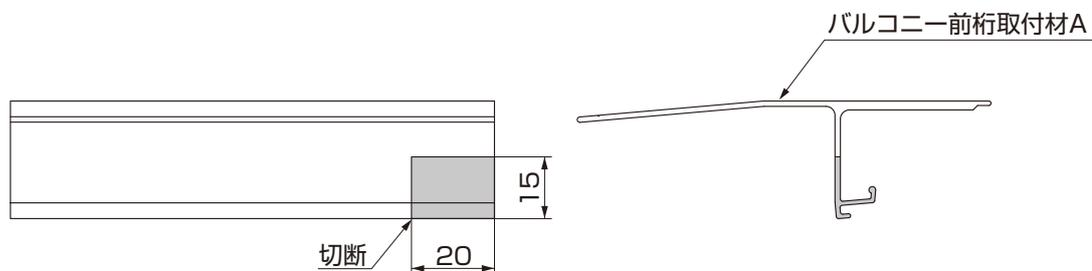

図8-11 バルコニー前桁取付材Aの切断
- ②バルコニー前桁取付材Aの端部(桁端部側)のフィンを切欠いてください。(図8-11参照)